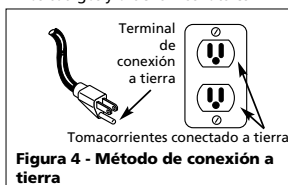

Figura 4 - Método de conexión a tierra
3. Este producto está diseñado para circuitos nominales de 120 voltios y tiene un enchufe para conexión a tierra similar al de la Figura 4.